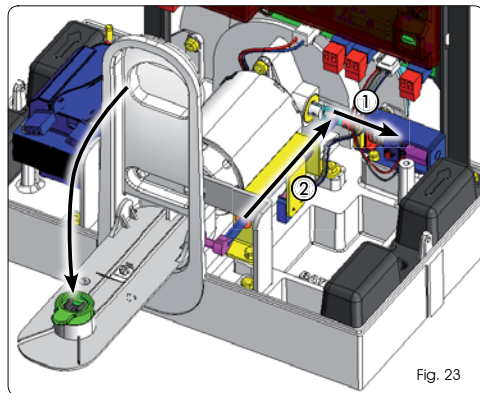

Fig. 23
Al bajar la palanca de desbloqueo se actúa tanto en el bloque motor, retrocediéndolo (Fig. 23 ref. ①), como en el microinterruptor de seguridad que fuerza el automatismo en STOP (Fig. 23 ref. ②).